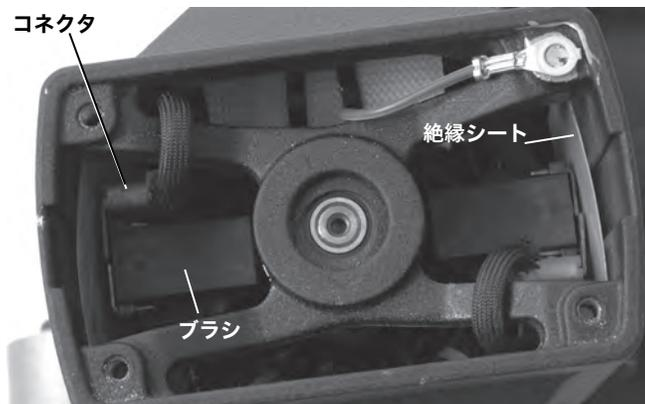

図12- ブラシの配置（モーターカバーを取り外した状態）
2. ペンチを使って、モーターブラシをまっすぐ引き抜いてください。コネクターを取り外します。（図12参照）